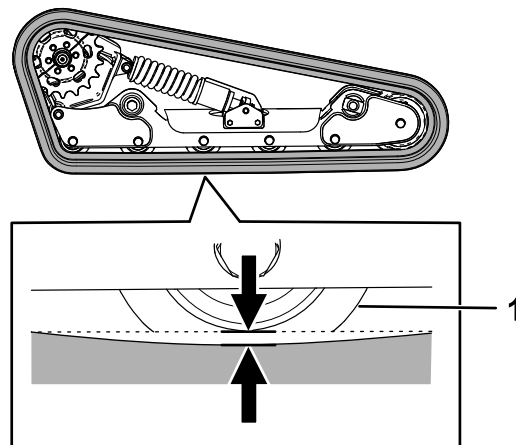

Figura 56
Levante/apoie um lado da máquina e utilizando o peso da lagarta, verifique se o espaço entre o fundo da aba da roda da estrada e a lagarta é de 13 mm, como se mostra na Figura 56. Caso contrário, ajuste a tensão da lagarta utilizando o seguinte procedimento.
- Utilizando uma chave de $\frac{1}{2}$ polegada, rode o parafuso tensionador até que a flexão da lagarta seja de 13 mm, como se mostra na Figura 56.
- Verifique se a deflexão da lagarta é de 13 mm, como se mostra na Figura 56. Efetue um novo ajuste, se necessário.
dos ponteiros do relógio até que a deflexão da lagarta seja de 12,7 mm, como se mostra na Figura 56.
25. Verifique se a deflexão da lagarta é de 12,7 mm, como se mostra na Figura 56.